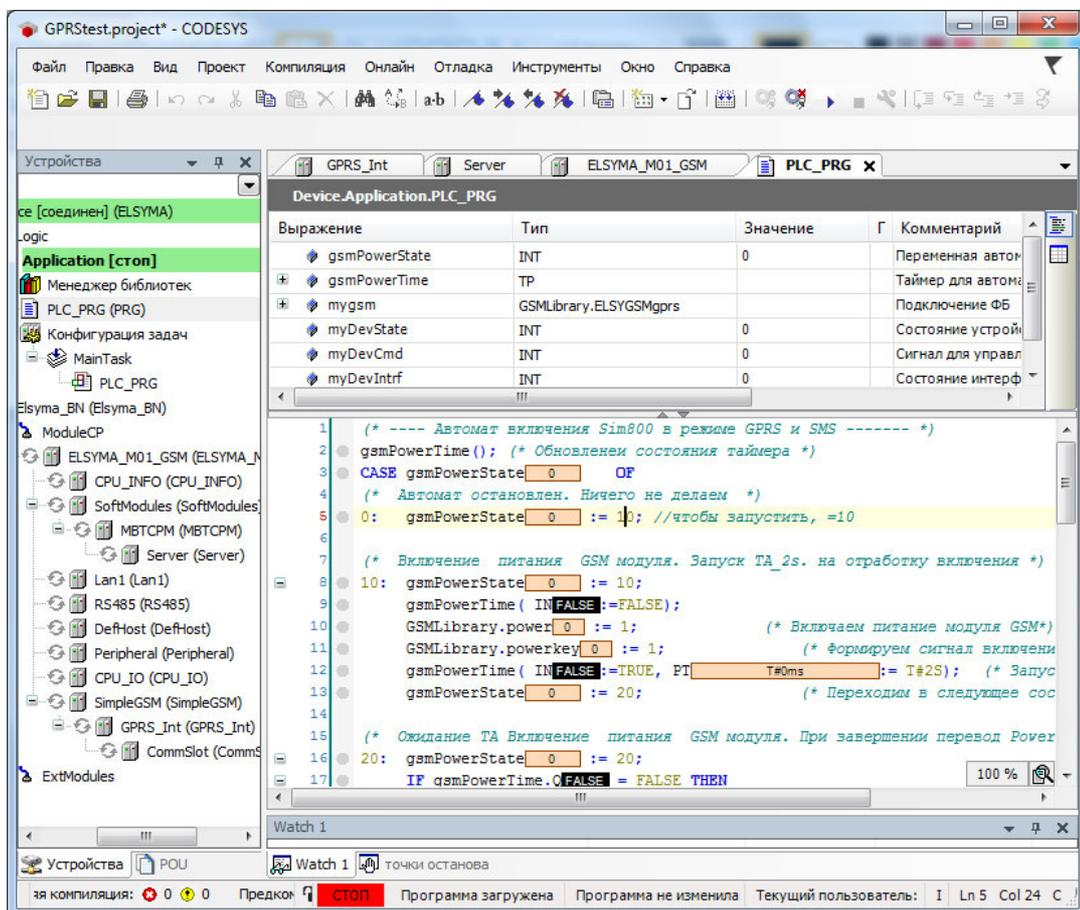

Рисунок 3.16 - Редактор POU. Загрузка задачи в контроллер
1. Перейти в редактор POU на закладку **PLC_PRG** и подключиться к контроллеру, выбрав команду **Логин** в меню **Онлайн** или нажав клавиши **[Alt]+[F8]**. На вопрос о загрузке задачи в контроллер следует нажать кнопку «Да». В строке статуса программы CoDeSys отображается состояние **СТОП** (рисунок 3.16).